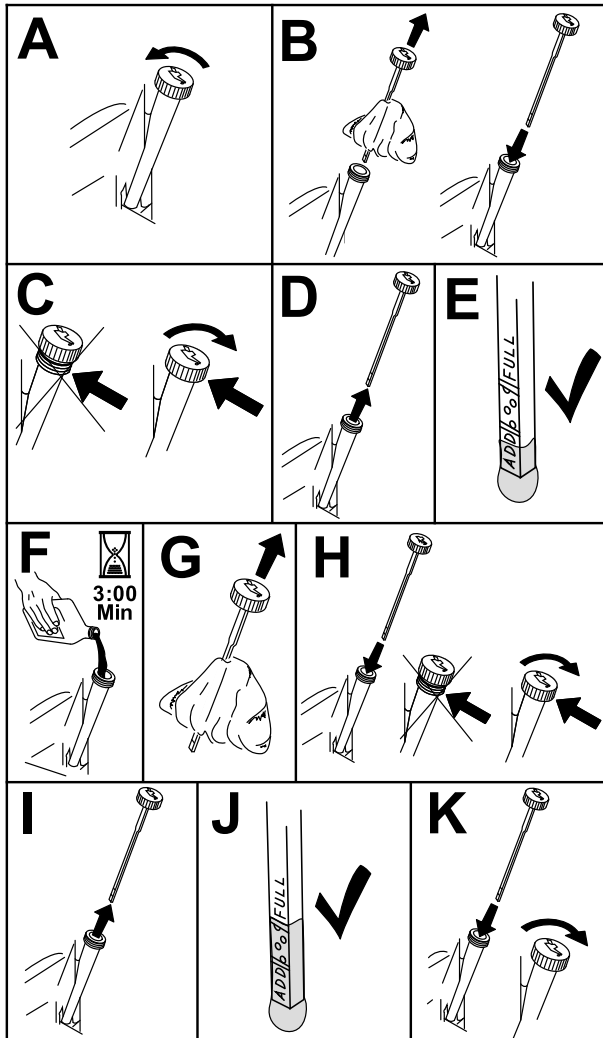

Figura 39
- Per evitare morchia, residui d'erba, ecc. nel motore, pulite l'area attorno al tappo e all'asta di livello dell'olio prima della rimozione (Figura 39).